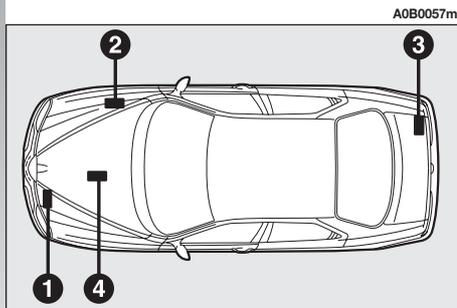
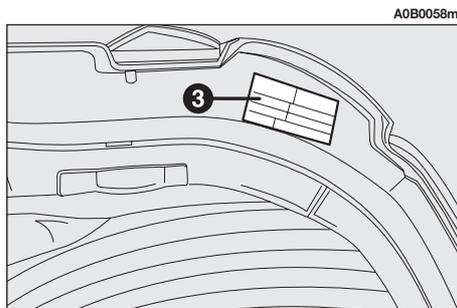

fig. 1
fig. 2
– Versioni Berlina = **fig. 1**
– Versioni Sportwagon = **fig. 2**
Sulle versioni Berlina la targhetta è applicata nella parte interna del portellone bagagliaio (**3-fig. 1**), mentre sulle versioni Sportwagon è applicata sul bordo interno destro del portellone (**3-fig. 2**). La targhetta (**fig. 3**) riporta i seguenti dati: